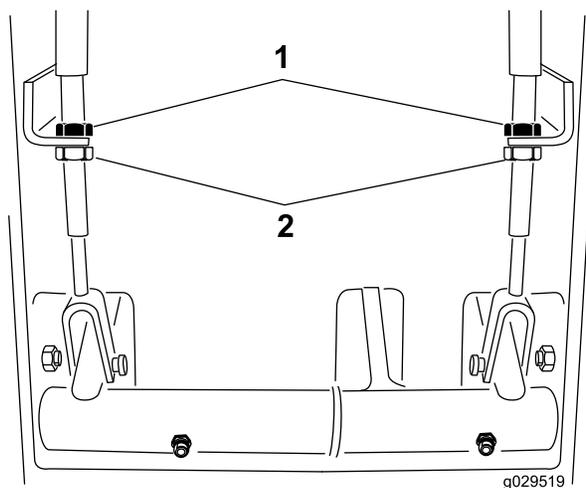

Рисунок 71
2. Чтобы уменьшить свободный ход педалей тормоза, ослабьте передние контргайки на резьбовом конце троса тормоза (Рисунок 71).